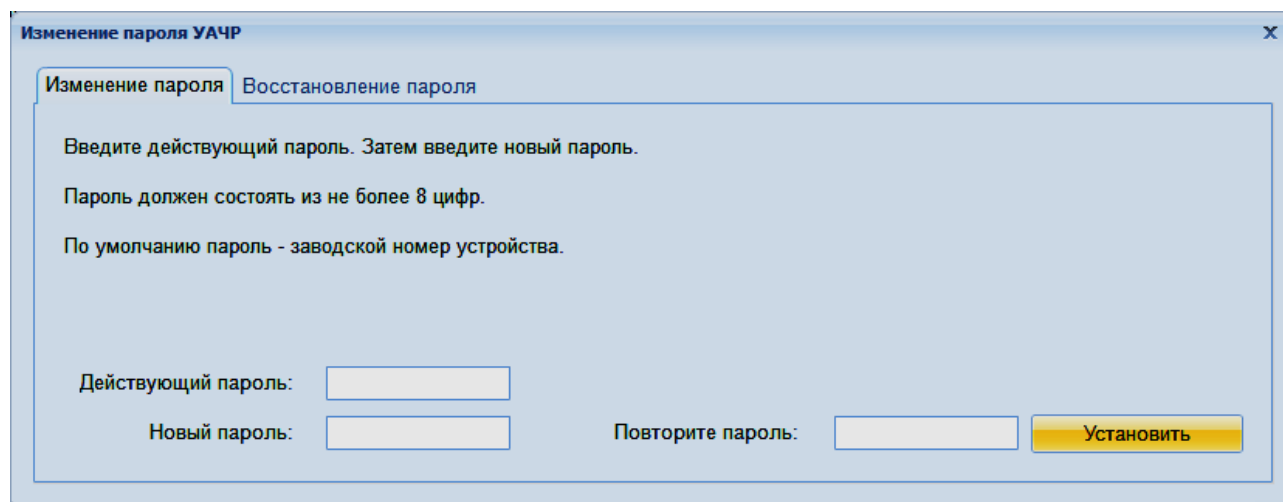

Рисунок 7 – Окно "Изменение пароля УАЧР"
5.3.6.3 По умолчанию (в заводских настройках) пароль УАЧР соответствует его заводскому номеру (без нулей в начале числа). Для изменения пароля в строке меню функций программы необходимо войти в меню "Настройки" и выбрать пункт "Пароли". В открывшемся окне "Изменение пароля УАЧР" (рисунок 7) ввести новый пароль, следуя указаниям программы.